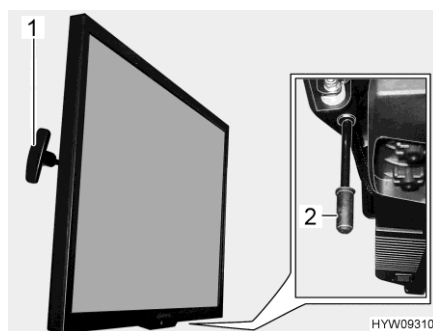

Fig. 87 Ecran plat
- Tirer la poignée (Fig. 87,1) et la maintenir tirée. L'écran plat est déverrouillé.
- Tirer la poignée (Fig. 87,2) vers le bas et le maintenir ainsi. L'écran plat est déverrouillé.